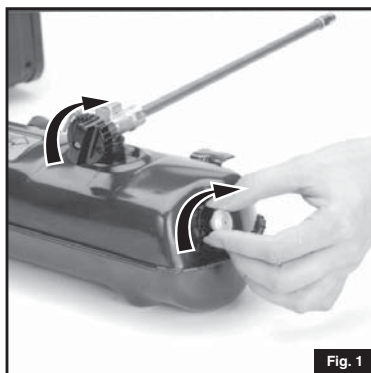

Fig. 1
- Fermez le BOUTON DE COMMANDE fermement. (Fig. 1)
- Fermez le BOUTON DE LA POMPE fermement. (Fig. 1)